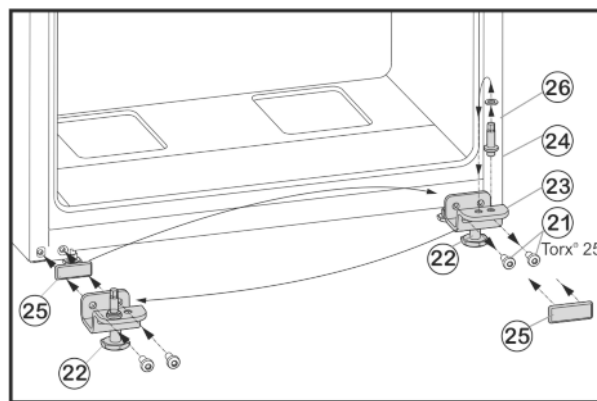

Fig. 6
- Upevňovací šrouby Fig. 6 (21) odšroubujte.
- Vyjměte spodní stojan ložiska Fig. 6 (23) i s ložiskovým čepem Fig. 6 (24), podložkou Fig. 6 (26) a seřizovací nožkou Fig. 6 (22).
- Ložiskový čep Fig. 6 (24) kompletně odšroubujte i s podložkou Fig. 6 (26), přemístěte do protilehlého upínacího otvoru stojanu ložiska a opět přišroubujte.
- Krycí desku Fig. 6 (25) opatrně sejměte a přemístěte ji na protější stranu.
- Spodní stojan ložiska Fig. 6 (23) opět kompletně, i s ložiskovým čepem Fig. 6 (24), podložkou Fig. 6 (26) a seřizovací nožkou Fig. 6 (22), případně s pomocí akumulátorového šroubováku silou (4 Nm) našroubujte na nové straně závěsu dveří.
- Spodní dveře nasadte shora na ložiskový čep Fig. 6 (24).
- ▶ Seřizovací nožku Fig. 6 (22) na spodním stojanu ložiska Fig. 6 (23) vytáčejte, až dosedne na zem.